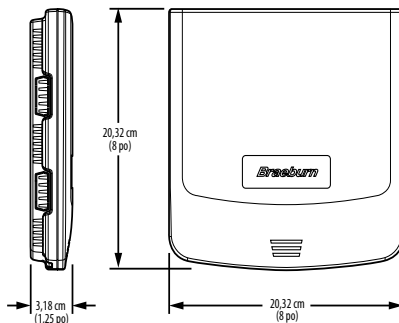

Figure 1
- Dimensions : voir la figure 1